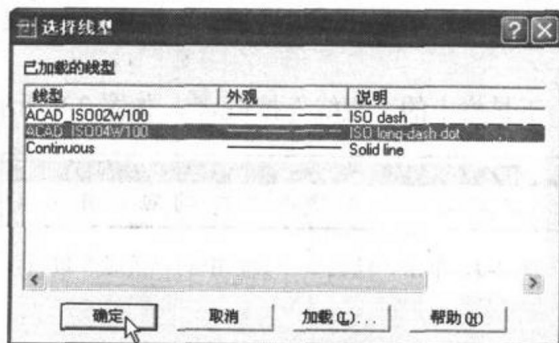

图 2-6 “选择线型”对话框
(10) 在“可用线型”列表框中选择“点划线”为“中心线”图层的线型，然后单击“确定”按钮，AutoCAD 2002 弹出“选择线型”对话框，如图 2-6 所示。